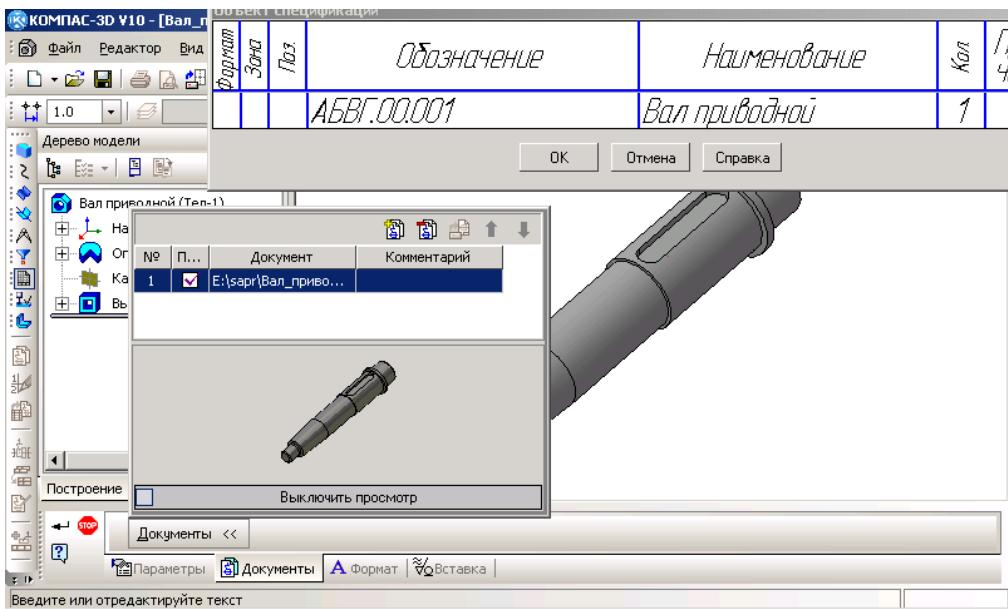

Рис.2
11. На экране появится сформированная строка спецификации (рис. 2). Нажмите на кнопку **OK**. Сохраните файл детали. Закройте файл.